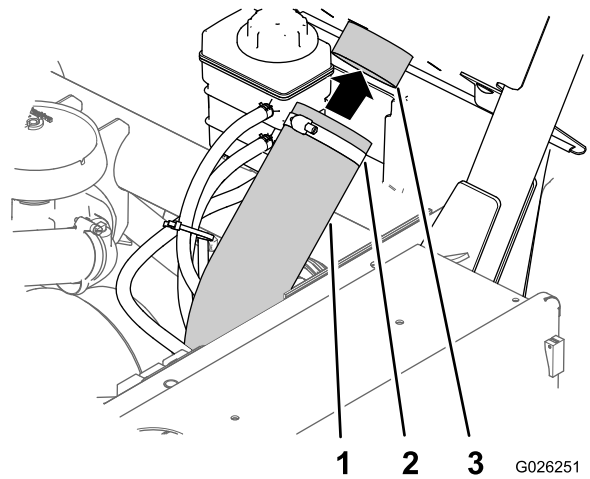

Bild 7
3. Fluchten Sie den Ansaugschlauch des stufenlosen Getriebes mit dem Ansaugrohranschluss hinten an der Überrollschutzplatte aus und ziehen die Schlauchklemme an (Bild 7).